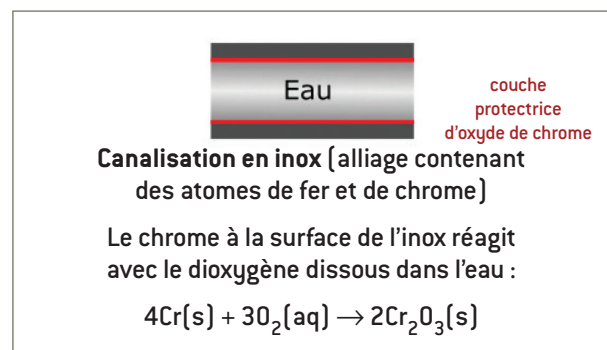

Figure 3 – Le phénomène de passivation © P. Bray.
L'inox est un alliage¹ contenant des atomes de fer et de chrome (5). La canalisation en inox va être protégée par la couche d'oxyde de chrome se formant sur sa paroi (voir figure 3), ce phénomène s'appelle la passivation.